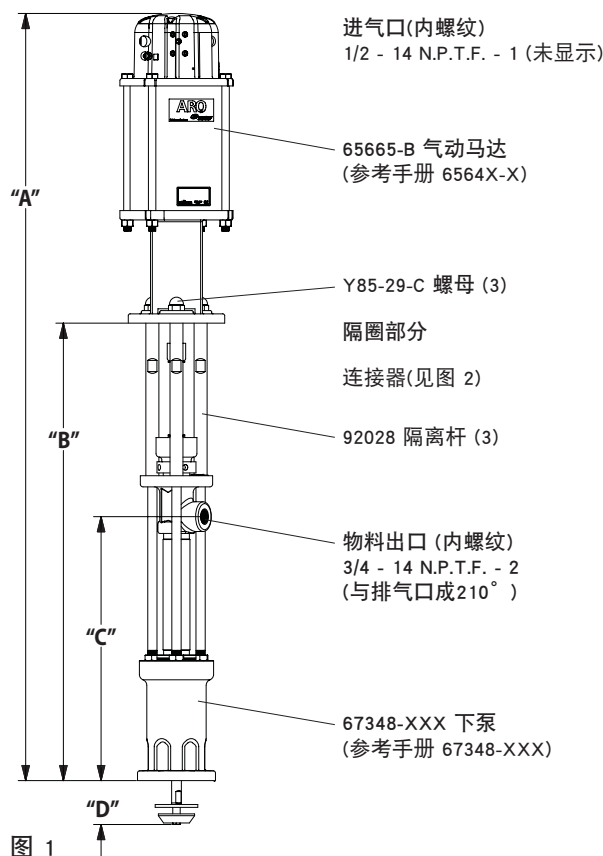

图 1
- 从隔离杆上拆去三个(Y85-29-C)螺帽(参看图1)。